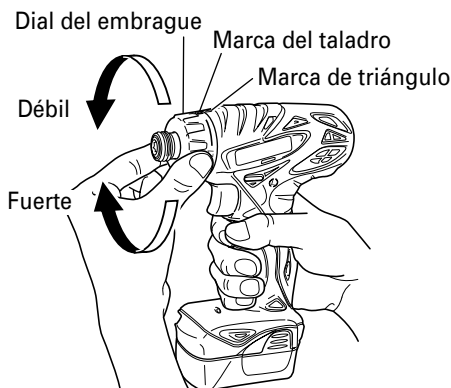

Fig. 6
5. Confirmar la posición del dial del embrague (Ver la Fig. 6).
(2) Indicación del par de apriete (Consulte la Fig. 6)
(3) Ajuste del par de apriete (Consulte la Fig. 6)